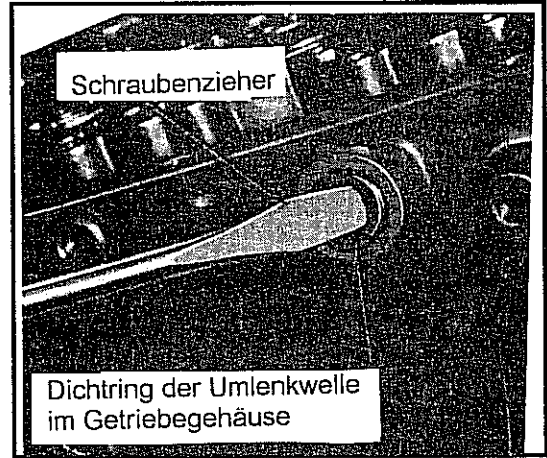

Abb. 10-42 Entfernen des Dichtrings an der Umlenkswelle zum Wählschieber
- Falls erforderlich den Dichtring der Umlenkwellen im Getriebegehäuse entfernen. Siehe Abb. 10-42.
- Wie in Abb. 10-42 gezeigt die Baugruppe als Ganzes aus dem Getriebegehäuse entnehmen.